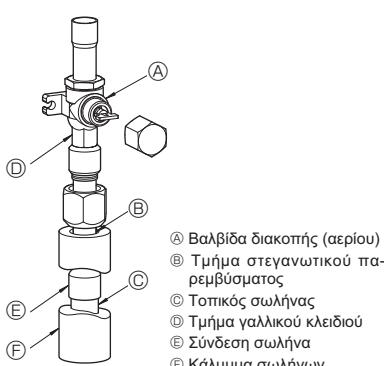

Fig. 4-3
- Ⓐ Ακολουθήστε την παρακάτω διαδικασία για να συνδέσετε τη σωλήνωση αερίου. (Fig. 4-3)